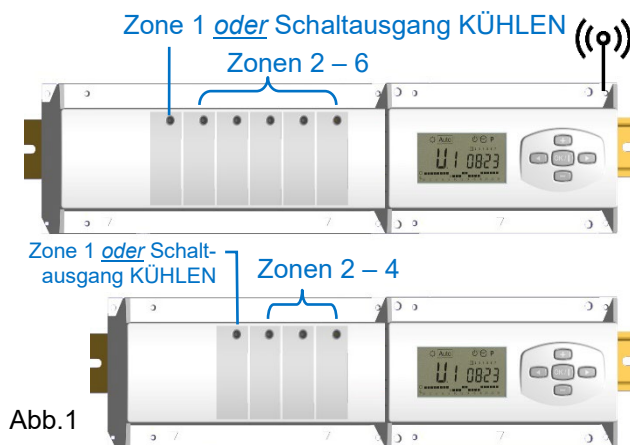

Abb. 1
4. Drücken Sie die Taste [OK]. Das Display zeigt » 01 Init « (Abb.6). Die LED der Zone 1 blinkt grün (Abb.1).